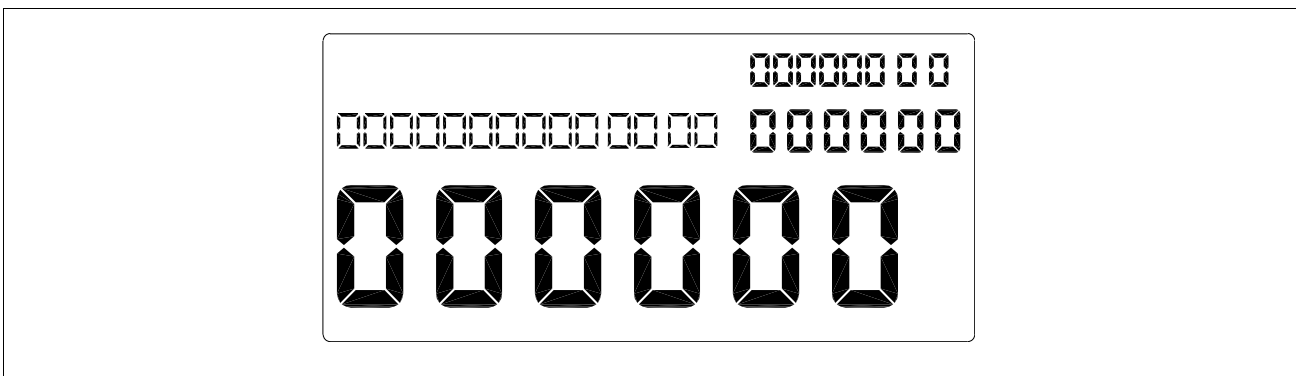

Figura 4. Todos los ceros de los campos de visualización están activados
- Todos los cuatro campos de los valores de visualización aparecen en cero (vea la figura 4):